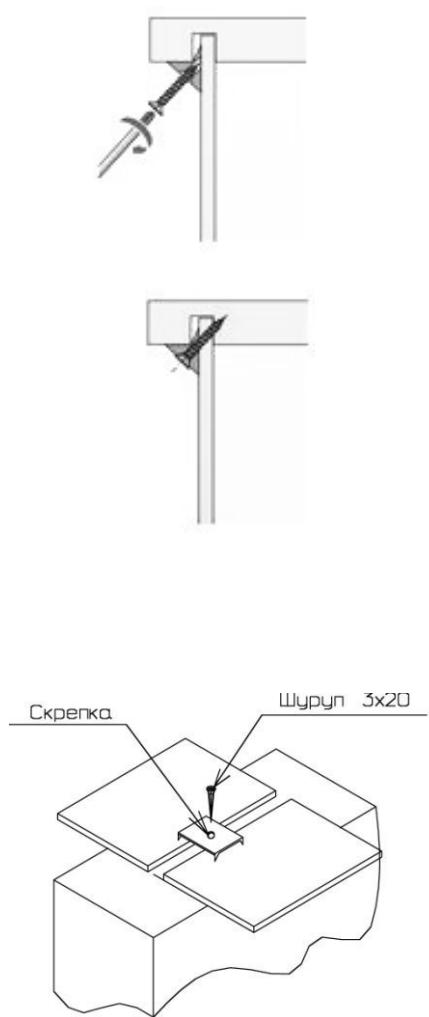

Рис. 3
1. К нижнему щиту (4) присоединить перегородку (7), а к горизонтальному щиту (5) перегородку (6) с помощью конфирмат-винтов.
2. К перегородке (6) присоединить горизонтальный щит (8), планки (10), (11), (12) так, чтобы дюбели стяжек и шканты вошли в соответствующие им отверстия. Затянуть эксцентрики, повернув их на 180 градусов.
3. Присоединить аналогичным образом к горизонтальному щиту (5) перегородку (7). Затянуть эксцентрики, повернув их на 180 градусов.
4. Установить на нижний щит (4) опорную планку (15) с помощью шкантов.
5. К получившейся конструкции присоединить справа и слева боковые стенки (1) и (2) так, чтобы дюбели стяжек и шканты вошли в соответствующие им отверстия. Затянуть эксцентрики, повернув их на 180 градусов.
6. Установить крышку (3) так, чтобы дюбели стяжек и шканты вошли в соответствующие им отверстия на боковых стенках (1), (2) и перегородке (6). Затянуть эксцентрики, повернув их на 180 градусов.
8. Собранный корпус проверить на прямоугольность, сравнивая диагонали (их длины должны быть равны). Прямоугольное положение корпуса зафиксировать с помощью мебельных уголков с шурупами. Закрепить задние стенки шурупами 3x20 и саморезами 3,5x16. Место соединения задних стенок закрепить шурупами 3x20 через скрепки (рис.3, 4).